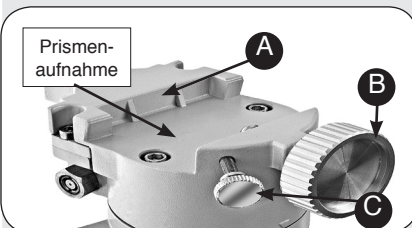

Abb. 7: Anbringen der Prismenschiene am Schaft der Montierung (EXOS2)
7. Anbringen der Prismenschiene an der Montierung (Halterung): AR- und NT-Modelle: Entfernen Sie den Tubus aus der Rohrschelle und schieben Sie die Prismenschiene (11, Abb. 1a) in die Prismenaufnahme (siehe Abb. 7). Die Schwalbenschwanz-Basis der Schiene paßt in die Prismenaufnahme der Montierung (A, Abb. 7). Ziehen Sie die Prismenfeststellschraube (B, Abb. 7) und die zweite Feststellschraube (C, Abb. 7) gut an. Setzen Sie den Tubus in die Schellen ein und schließen Sie die Tubus-Klemmschrauben.